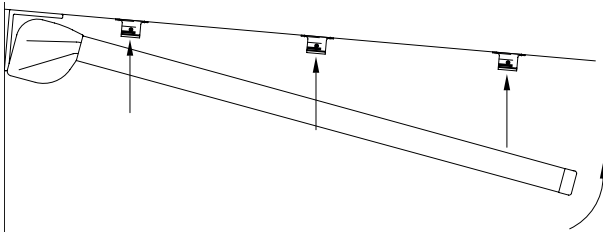

Abb. 17: Einclipsen der Führungsschienen
- » Heben Sie beide Führungsschienen gleichmäßig an und drücken diese in die schon montierten Führungsschienenhalter (Abb. 17).